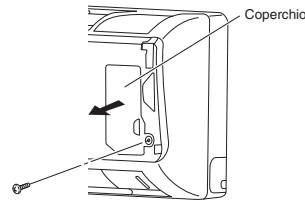

Fig. 3-49
- (1) Afferrare entrambe le estremità della griglia di aspirazione dell'aria e rimuoverla aprendo verso il davanti e tirando verso di sé.
- (2) Rimuovere la vite sulla piastra di copertura del lato destro e aprire il coperchio. (Fig. 3-49)